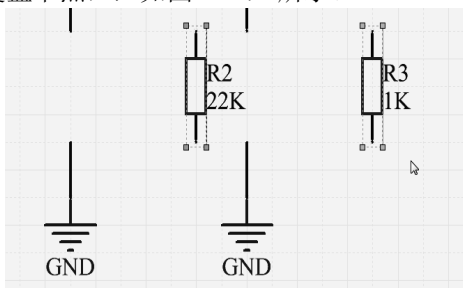

图 4-1-73 电阻 R2 和 R3 向右平移 50mil
② X 后的文本框用于设置 X 轴的坐标值，此处填写 50，Y 后的文本框用于设置 Y 轴的坐标值，此处保持不变，单击【OK】按钮或直接按【Enter】键。此时，电阻 R2 和 R3 会向原理图的右侧平移 50mil，如图 4-1-73 所示。
③ 采用①中的方法读取电阻 R2 下方管脚顶点坐标，此时坐标为 (580,370)，单位是 mil。